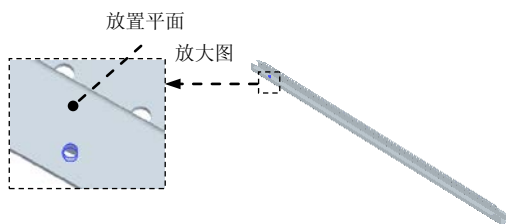

图 8.13.192 孔特征 3
Step11. 创建图 8.13.192 所示的孔特征 3。
(1) 选择命令。单击“主页”功能选项卡“钣金”工具栏中的“打孔”按钮 **打孔**。
(2) 定义孔的参数。单击  按钮, 在 **类型 (T):** 下拉列表中选择 **简单孔** 选项, 在 **单位 (U):** 下拉列表中选择 **毫米** 选项, 在 **直径 (D):** 下拉列表中输入值 6, 在 **延伸** 区域选择延伸类型为  (全部穿透), 单击 **确定** 按钮, 完成孔参数的设置。
(3) 定义孔的放置面。选取图 8.13.192 所示的模型表面为孔的放置面, 在模型表面单击完成孔的放置。